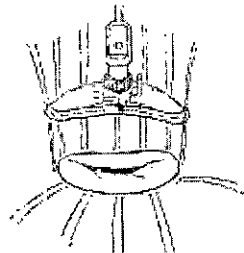

Figura 6
- Para asegurar la posición de las suturas en el anillo de sutura, aplique las suturas ligeramente por fuera de la marca de sutura continua de color verde, como se indica en la Figura 6. Las suturas que fijan el anillo en posición deben aplicarse de modo que enganchen el tejido fibroso que conecta la base de la valva, la aurícula y el orificio del ventrículo.